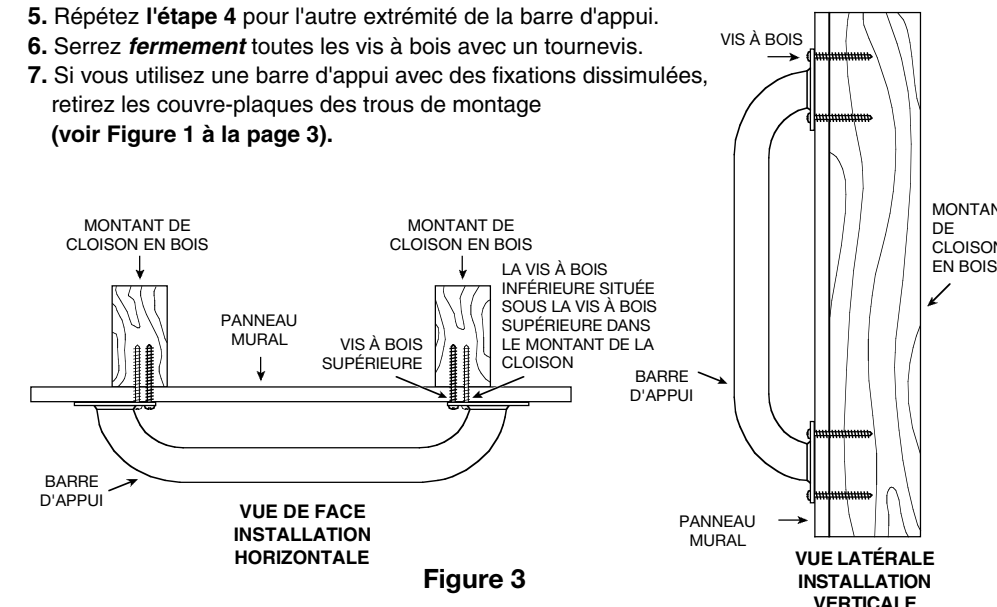

Figure 3
4. Insérez les vis à bois fournies à l'une des extrémités de la barre d'appui. Vissez dans le mur et le montant de cloison (**SERREZ FERMEMENT À LA MAIN SEULEMENT**) (voir Figure 3).